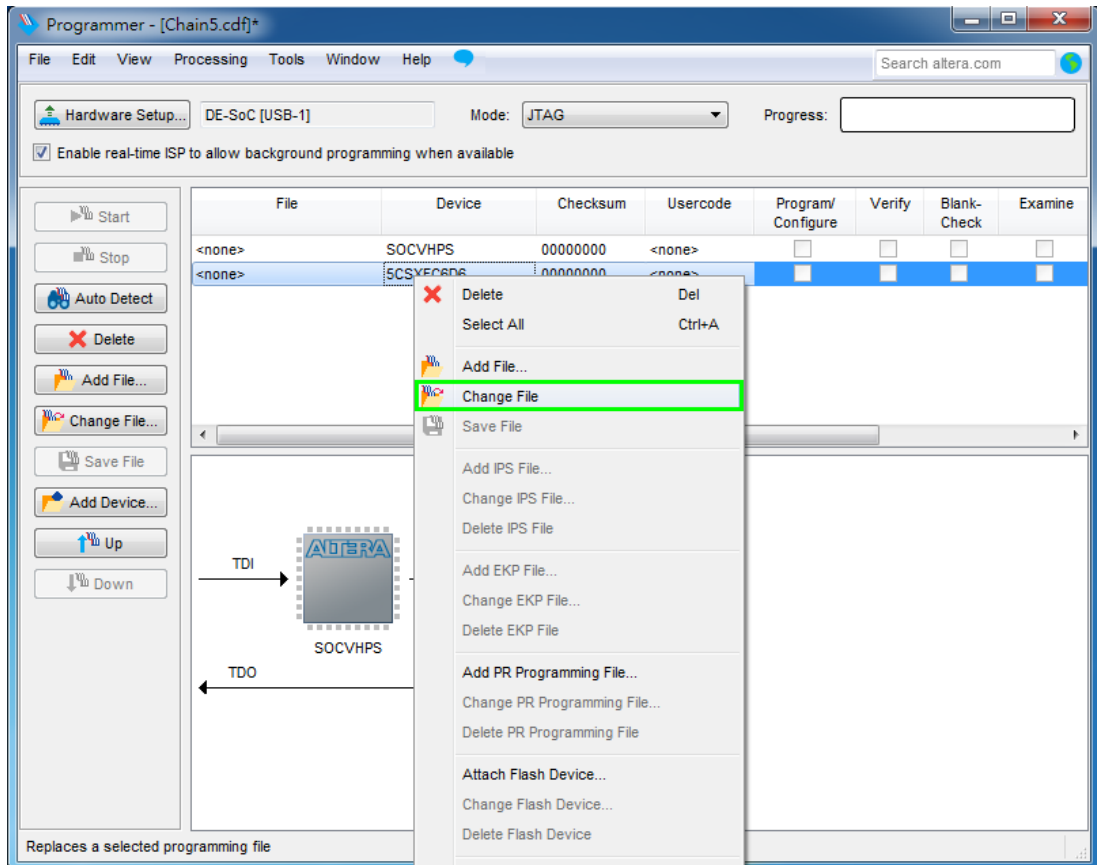

图 3-6 打开.sof 文件所在文件夹
4. 如图 3-6 所示，右键单击 FPGA 器件，选择 Change File 打开 .sof 配置文件所在的文件夹。